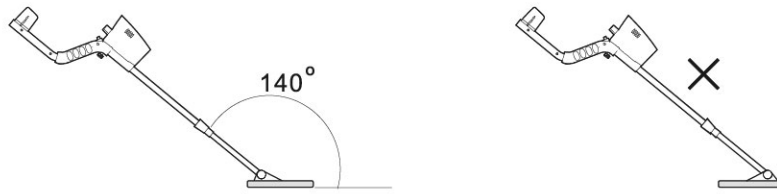

Abb.8
- Positionieren Sie die Suchspule so, dass der Winkel zwischen der Suchspule und dem Aluminium-Schaft ungefähr 140° beträgt. Vermeiden Sie Fehler bei der Positionierung (Abb. 8)